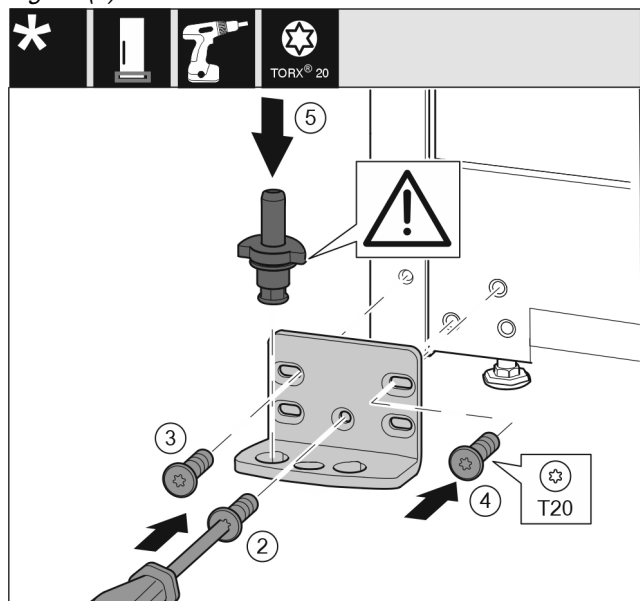

Fig. 19
- ▶ Aplicați suportul de lagăr pe partea opusă și înșurubați-l cu ajutorul unei șurubelnițe T20. Începeți cu șurubul 2 de jos din centru. *Fig. 19 (2)*
- ▶ Înșurubați ferm șurubul 3 și 4. *Fig. 19 (3,4)*
- ▶ Introduceți complet bolțul de lagăr. Aveți grijă aici ca respectiva camă de cuplare să fie îndreptată către înapoi. *Fig. 19 (5)*